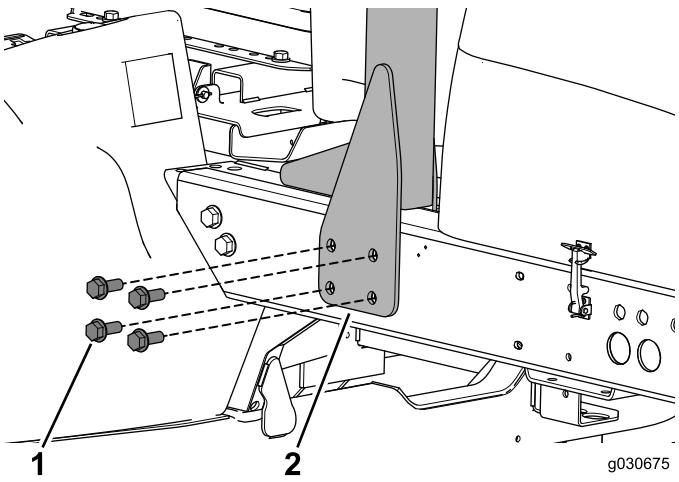

Figura 6
1. Retire e guarde os parafusos que prendem o ROPS ao lado esquerdo da máquina (Figura 6).